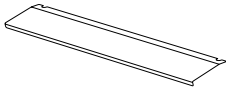

Figura 29
1. El deflector de seguridad está diseñado para proteger los mandos y los botones cuando el horno está en modo grill. (Figura 29)